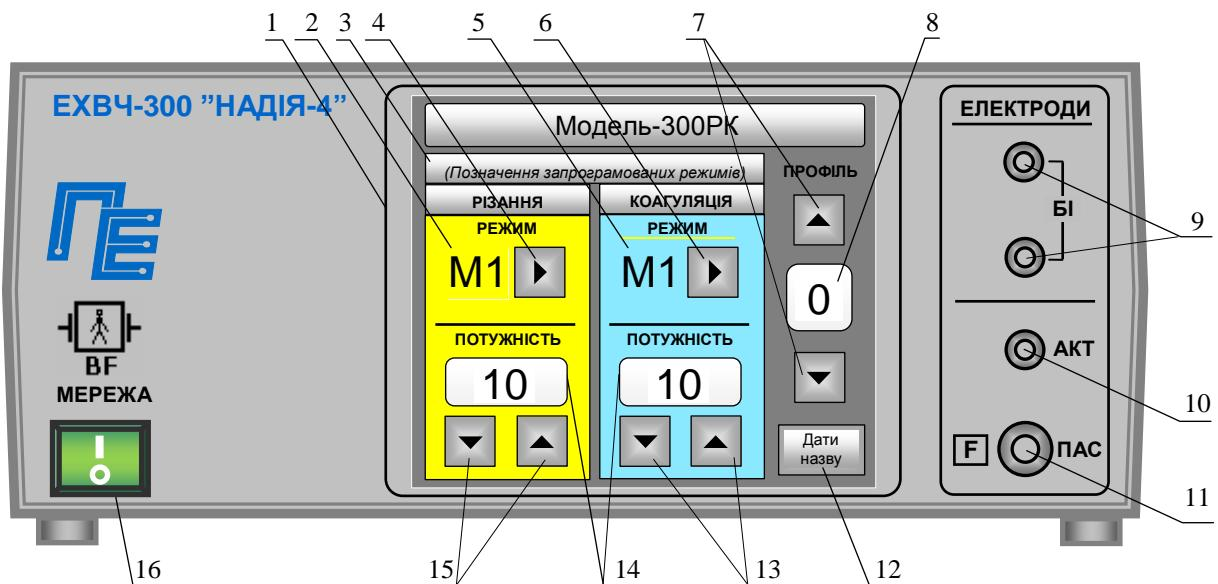
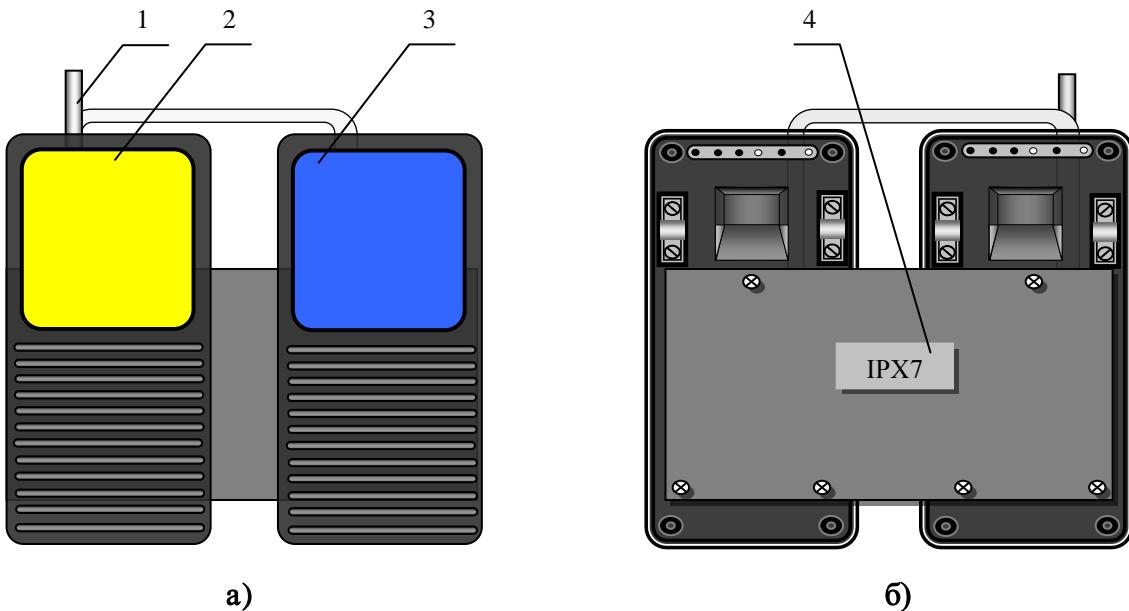

Рис.1. Передня панель електронного блоку
Рис. 3. Ножна педаль
• світлову індикацію автоматичного тестування аварійного стану апарату. При цьому на індикаторах 14 (рис. 1) висвітлюється «**УВАГА! Виникла критична помилка. Будь ласка, перевантажте систему!**»;
Конструктивно апарат виконаний у вигляді двох окремих блоків - електронного блоку (рис. 1,2) і ножкої педалі (рис. 3).
Позначення на рис. 1.
Позначення на рис.3.
Конструкція ножної педалі (рис.3) є підлоговою конструкцією, на якій розташовано дві рухомі платформи: ліва (1) - для включення виду роботи РІЗАННЯ, права (2) - КОАГУЛЯЦІЯ.
- включити апарат, для чого встановити вимикач “МЕРЕЖА” в положення “I”. При цьому вмикається світлова індикація індикатора “МЕРЕЖА” (16, рис.1), На протязі 2-5 сек. на моніторі відображається завантаження даних.
- перевірити переключення режимів роботи, для чого послідовно натискаючи кнопку (4, 6 рис.1), переконатися, що апарат перемикає відповідні режими M1, M2, BI1, BI2;
- перевірити регулювання рівня вихідної потужності, для чого, натиснувши кнопки управління (13, 15 рис. 1), переконатися, що відбувається збільшення (зменшення) показань індикаторів (14, рис.1) рівня вихідної потужності.
- перевірити систему контролю ланцюга пасивного (нейтрального) електроду. Для цього необхідно встановити режим M1 (або M2) на індикаторі РІЗАННЯ (або КОАГУЛЯЦІЯ) та від'єднати пасивний електрод від роз'єму 11 (рис.1). На моніторі висвітиться транспарант з надписом «Увага! Обрив пасивного електрода. Будь ласка, перевірте з'єднання!»
Для встановлення профілю необхідно включити апарат, за допомогою кнопок вибору профілю (7, рис.1) встановити номер профілю 0 (8, рис.1), встановити необхідний режим роботи та вихідну потужність, натиснути ліву платформу педалі при виборі режиму РІЗАННЯ або праву, при виборі режиму КОАГУЛЯЦІЯ. Апарат автоматично запам'ятує вибраний режим роботи та рівень вихідної потужності.
- 1- натиснути кнопку 12 (рис.1). Монітор переключиться в режим клавіатури;